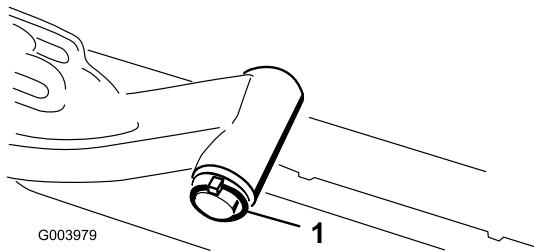

図 18
- A. 昇降アームのピボットシャフトを昇降アームに固定しているリンチピンとワッシャを外し、昇降アームからピボットシャフトを抜き出す図 18。
C. 昇降アームのシャフトを昇降アームに差し込み、ワッシャとリンチピンで固定する図 18。